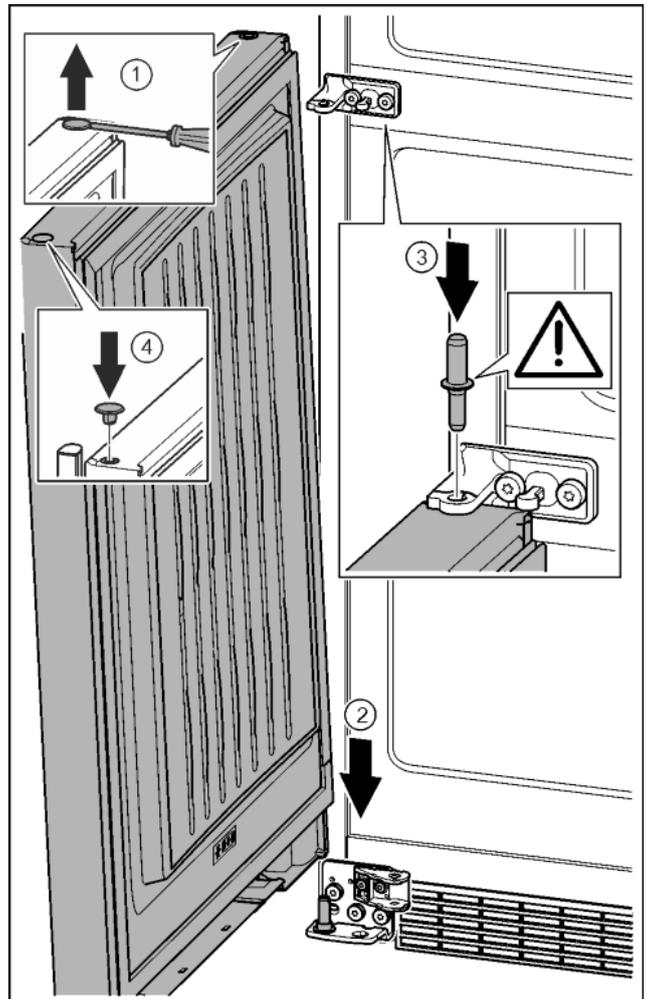

Fig. 35
- ▶ Soulever délicatement le bouchon avec un tournevis plat et le sortir. *Fig. 35 (1)*
- ▶ Mettre la porte par le haut sur l'axe de palier inférieur. *Fig. 35 (2)*
- ▶ Mettre en place l'axe de palier du milieu à travers le support de palier du milieu dans la porte inférieure. Veiller à ce que l'ergot d'enclenchement soit orienté en arrière. *Fig. 35 (3)*
- ▶ Remettre en place le bouchon de l'autre côté de la porte. *Fig. 35 (4)*